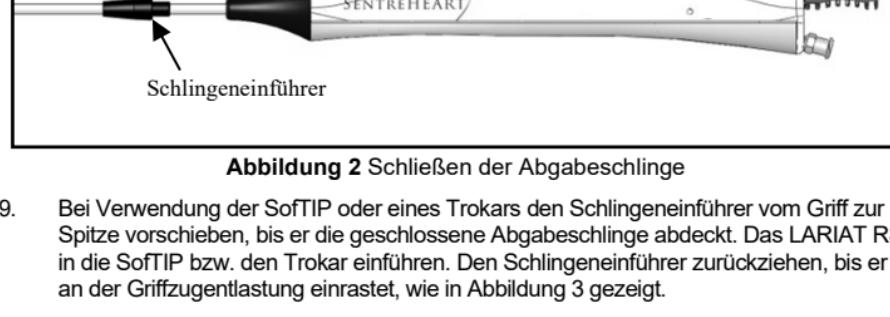

Abbildung 2 Schließen der Abgabeschlinge
- Die LARIAT RS Abgabeschlinge durch Schieben am Schlingenschieber oben auf dem Griff schließen, wie in Abbildung 2 gezeigt. Zurückziehen, bis der Schlingenschieber stoppt, angezeigt mit dem Symbol „-“, oder bis Widerstand fühlbar ist.